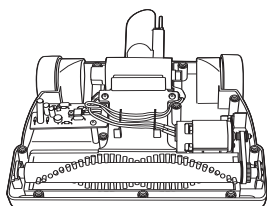

FIG. 9
Step 1: Remove the 11 screws on the bottom of the power nozzle. Flip the power nozzle back upright and remove the hood (FIG. 9).
Paso 1: Retire los 11 tornillos ubicados en la parte inferior del cabezal de aspiración. Vuelva a colocar el cabezal en la posición normal y retire la cubierta (FIG. 9).